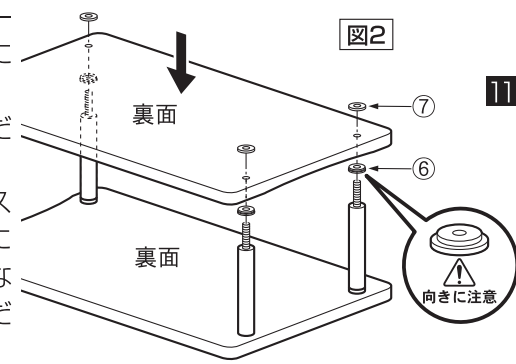

図2
- 全ての穴に支柱を取り付けられたら、【図2】のように表面が下になるように置いてください。
- 各ネジに、アッパースペーサー⑥を【図2】のように通し、新たな棚板を、ネジが板の穴全てに通る、表面が下向きになるようにセットしてください。
- アンダースペーサー⑦を【図2】のように各ボルトに通して、棚板上に置いてください。